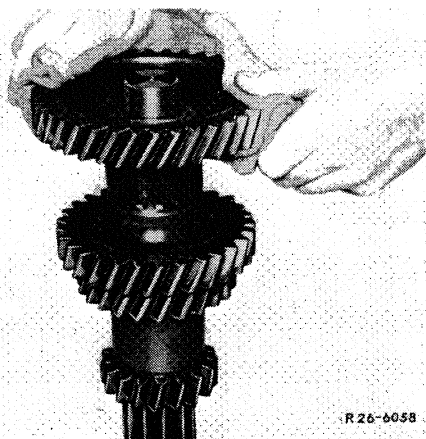

Fig. 4
2. Aquecer as engrenagens a aprox. 180°C e montá-las individualmente na árvore intermediária (Fig. 4).